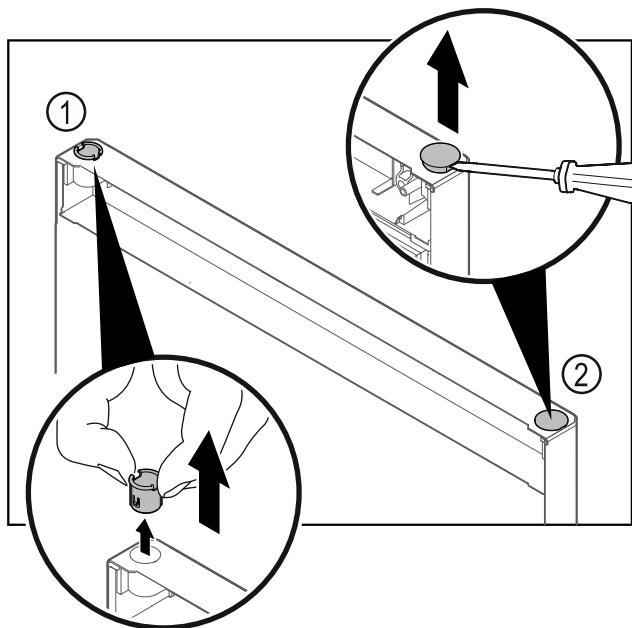

Fig. 18
- ▶ Dra ut gångjärnsbussningen Fig. 18 (1) med fingrarna.
- ▶ Lyft försiktigt upp pluggen Fig. 18 (2) med en spårskruvmejsel och dra ut den.